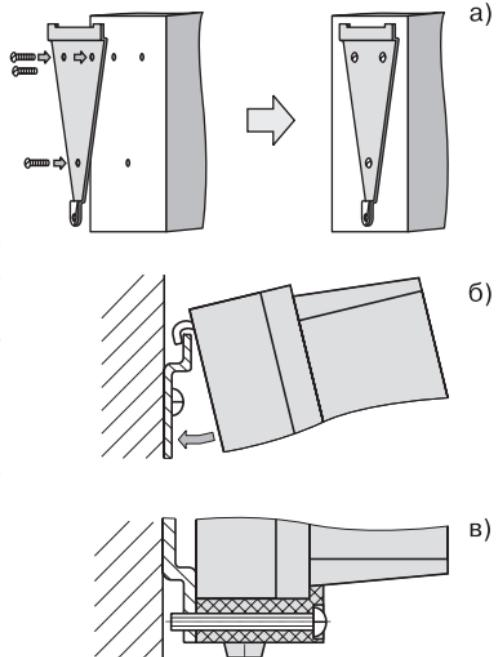

Рис. 7
1. Закрепить кронштейн тремя винтами M4 на поверхности, предназначенной для установки прибора (см. прил. А и **рис. 7, а**).
2. Зацепить крепежный уголок на задней стенке прибора за верхнюю кромку кронштейна (**рис. 7, б**).
3. Прикрепить прибор к кронштейну винтом M4 x 35 из комплекта поставки (**рис. 7, в**).